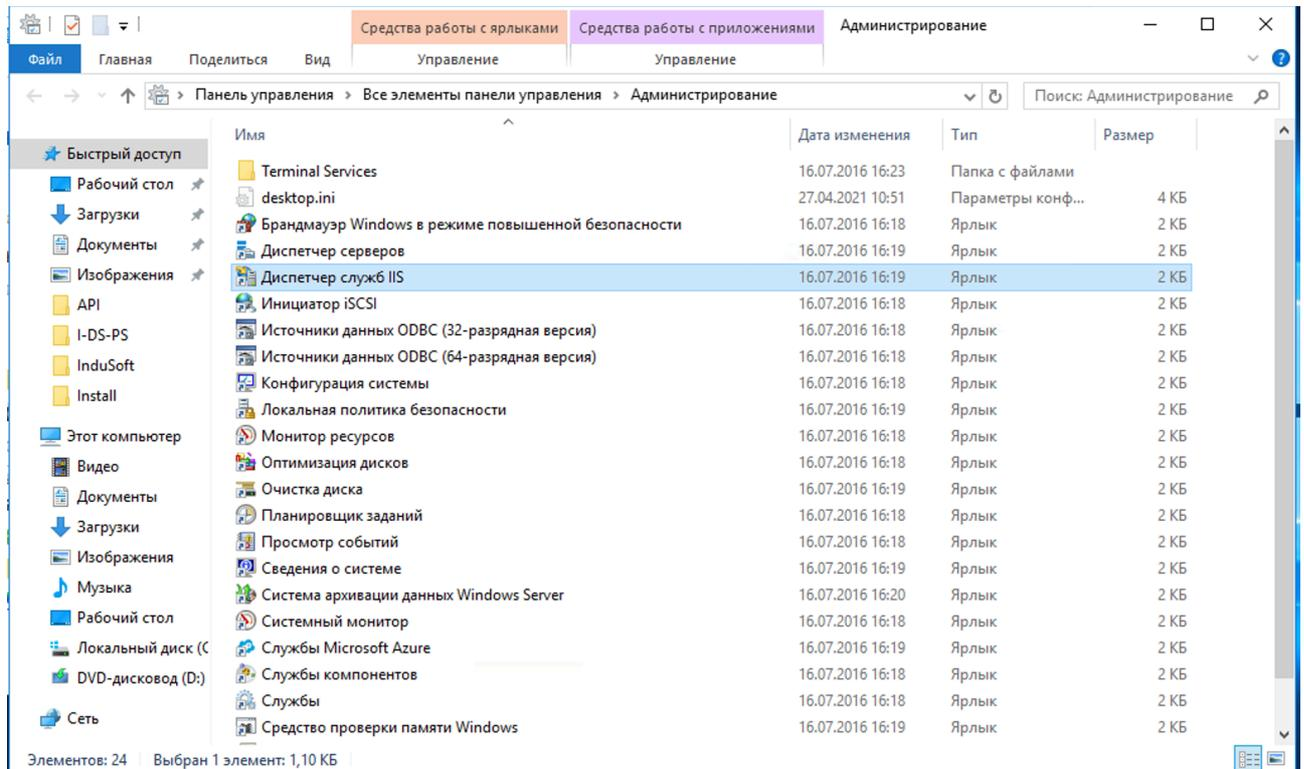

Рисунок 6.7 Открытие диспетчера служб IIS
3.1. Открыть диспетчер служб IIS, Рисунок 6.7 Открытие диспетчера служб IIS.